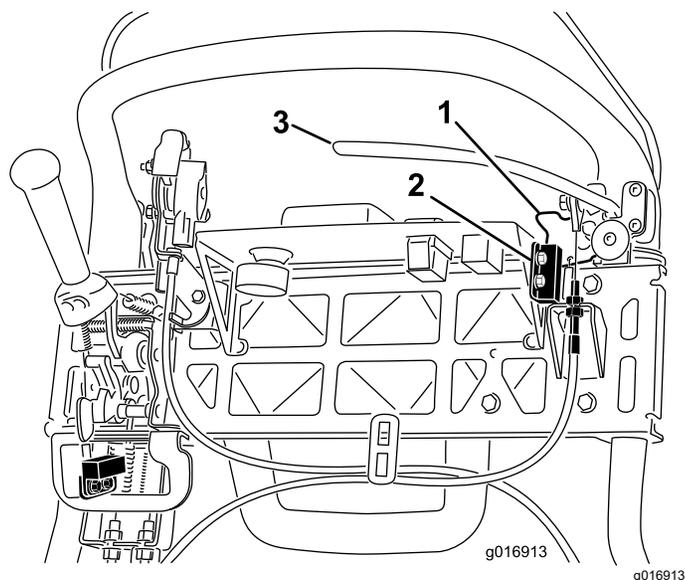

图 38
4. 松开并取下联锁开关安装紧固件图 38。
5. 在手刹锁定装置与联锁开关之间放入 1.6mm 厚的塞尺(图 38)。
4. 要增加拉线的张力请拧松上部拉线锁紧螺母并拧紧下部拉线锁紧螺母图 38 直至为了松开手刹锁定装置需要对刹车制动杆手柄施加 156N 的力。